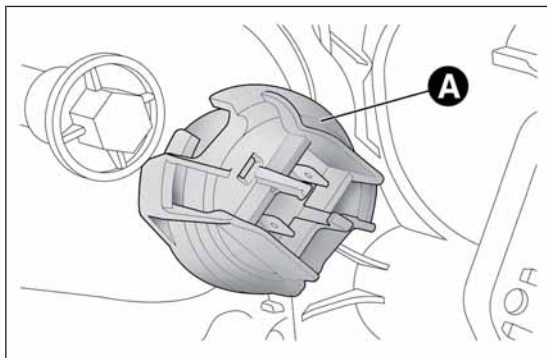

fig. 135
- togli il coperchio A fig. 135 di protezione della lampada;